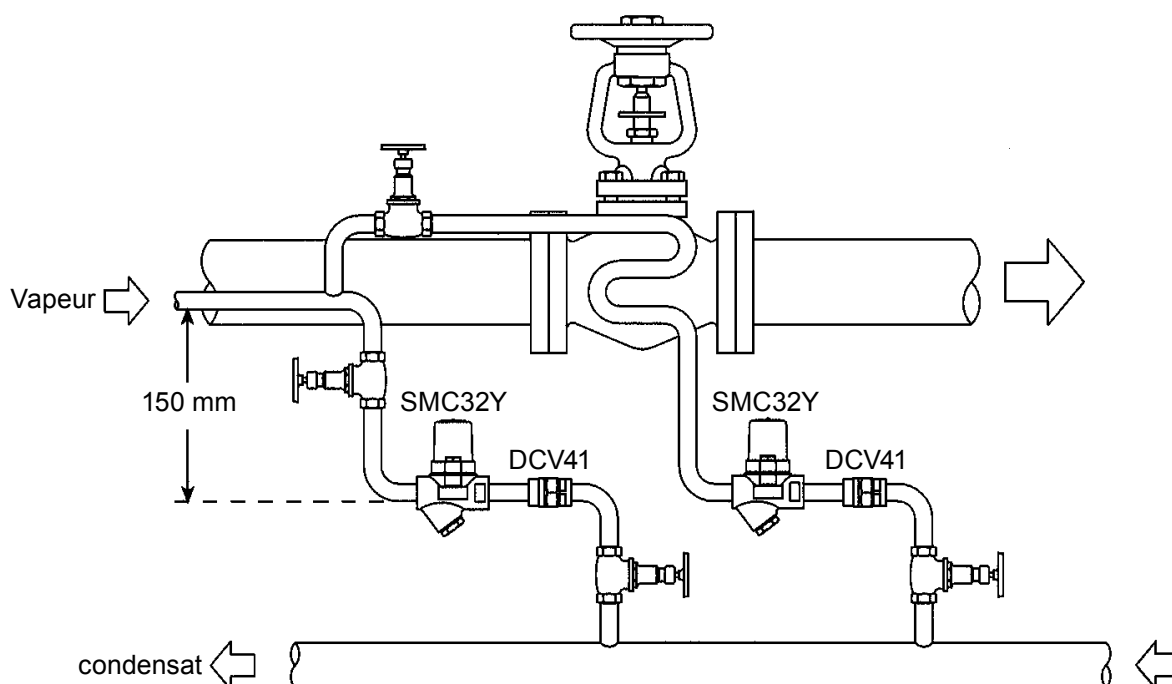

Fig. 3 - Traçage non critique
- 3.4 Le purgeur peut être installé en position verticale ou horizontale, de préférence avec un pot de purge en amont de l'appareil (une hauteur de charge de 150 mm est recommandée). Voir Figure 3.
- 3.5 Un clapet de retenue doit toujours être installé (ex. Le DCV41, voir Fig. 3) lorsque l'évacuation est raccordée à une ligne de retour avec une forte contre-pression.